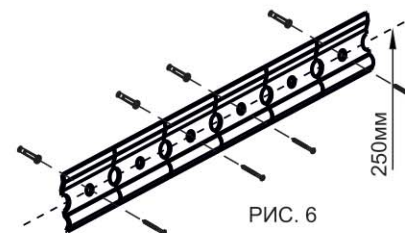

РИС. 6
- от линии установки нижней кромки зонта, на расстоянии 250 мм прикрепите планку крепежную для навесов рис. 6 (расположите планку таким образом, чтобы между верхним краем и стеной был зазор, а нижний край плотно прилегал к стене);